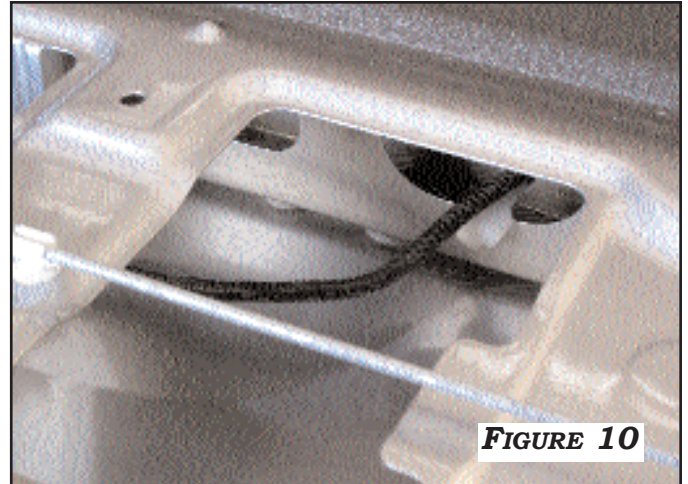

FIGURE 10
1. ROUTE THE **CAMERA EXTENSION HARNESS** FROM THE SMALL OPENING AT THE BOTTOM RIGHT OF THE TAILGATE TO THE LARGER OPENING AS SHOWN IN **FIGURE 10**. ROUTE WITH THE SMALL ROUND CONNECTOR END FIRST. THE WHITE FACTORY CONNECTOR WILL PASS THROUGH THE STAMPED OPENING UNDER THE RIGHT SIDE OF THE TRUCK BED.